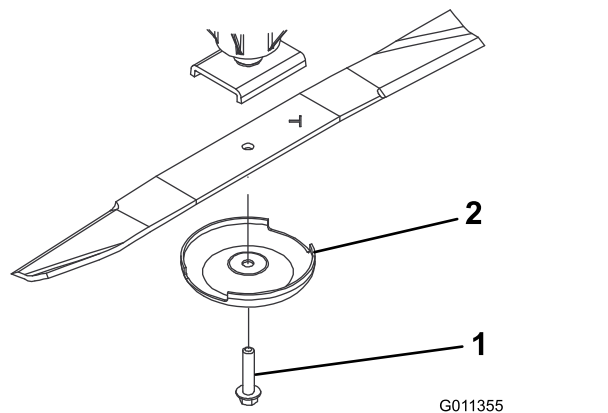

Figura 68
3. Retire del eje de la cuchilla el perno de la cuchilla, el protector de césped y la cuchilla (Figura 68).